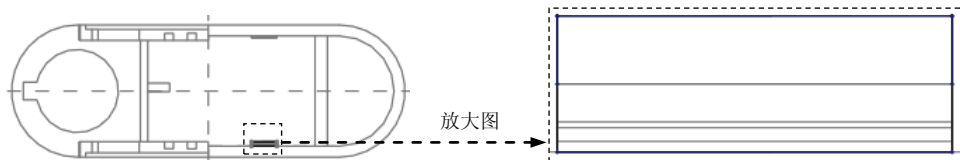

图 19.33 截面草图
(3) 进入草绘环境后，选取 **MOLD_RIGHT** 基准平面和 **MOLD_FRONT** 基准平面为草绘参考，利用“使用边”命令绘制图 19.33 所示的截面草图。完成特征截面的绘制后，单击“草绘”操控板中的“确定”按钮 。